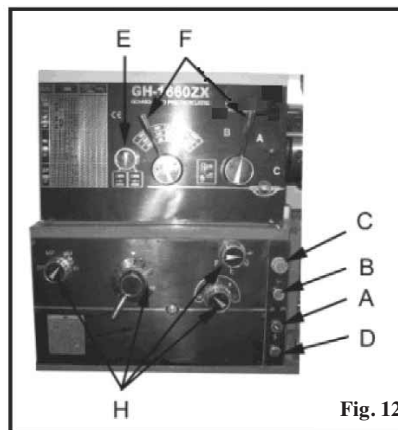

Fig. 12
**Tænd/sluk-knap for kølemiddel:** (A, Fig. 12) tænder og slukker for kølemiddelpumpen.
**Lysdiode for strøm:** (D, Fig. 12) Lyser, når drejebænken er tilsluttet strøm.
**Nødstopknap:** (C, Fig. 12)
**Startknap:** (B, Fig. 12) Hurtigt tryk og slip starter rotationen af spindlen.
2. **Håndtag til gearskift på spindeldokken:** (F, Fig. 12) Placeret på den forreste, øverste del af spindeldokken. Håndtaget flyttes til højre eller venstre for at opnå den ønskede spindelhastighed.
3. **Indstillingshåndtag for retning af ledeskrue/trækspindel:** (E, Fig. 12) Placeret forrest på spindeldokken i nederste venstre hjørne. Håndtaget bruges til at skifte fremføringsretning. (Forsigtig: Indstillingen må ikke ændres, når maskinen kører).
4. **Indstillingshåndtag til fremføring/ledeskrue:** (H, Fig. 12) Placeret forrest på spindeldokken. Bruges ved opsætning til gevindskæring eller fremføring.